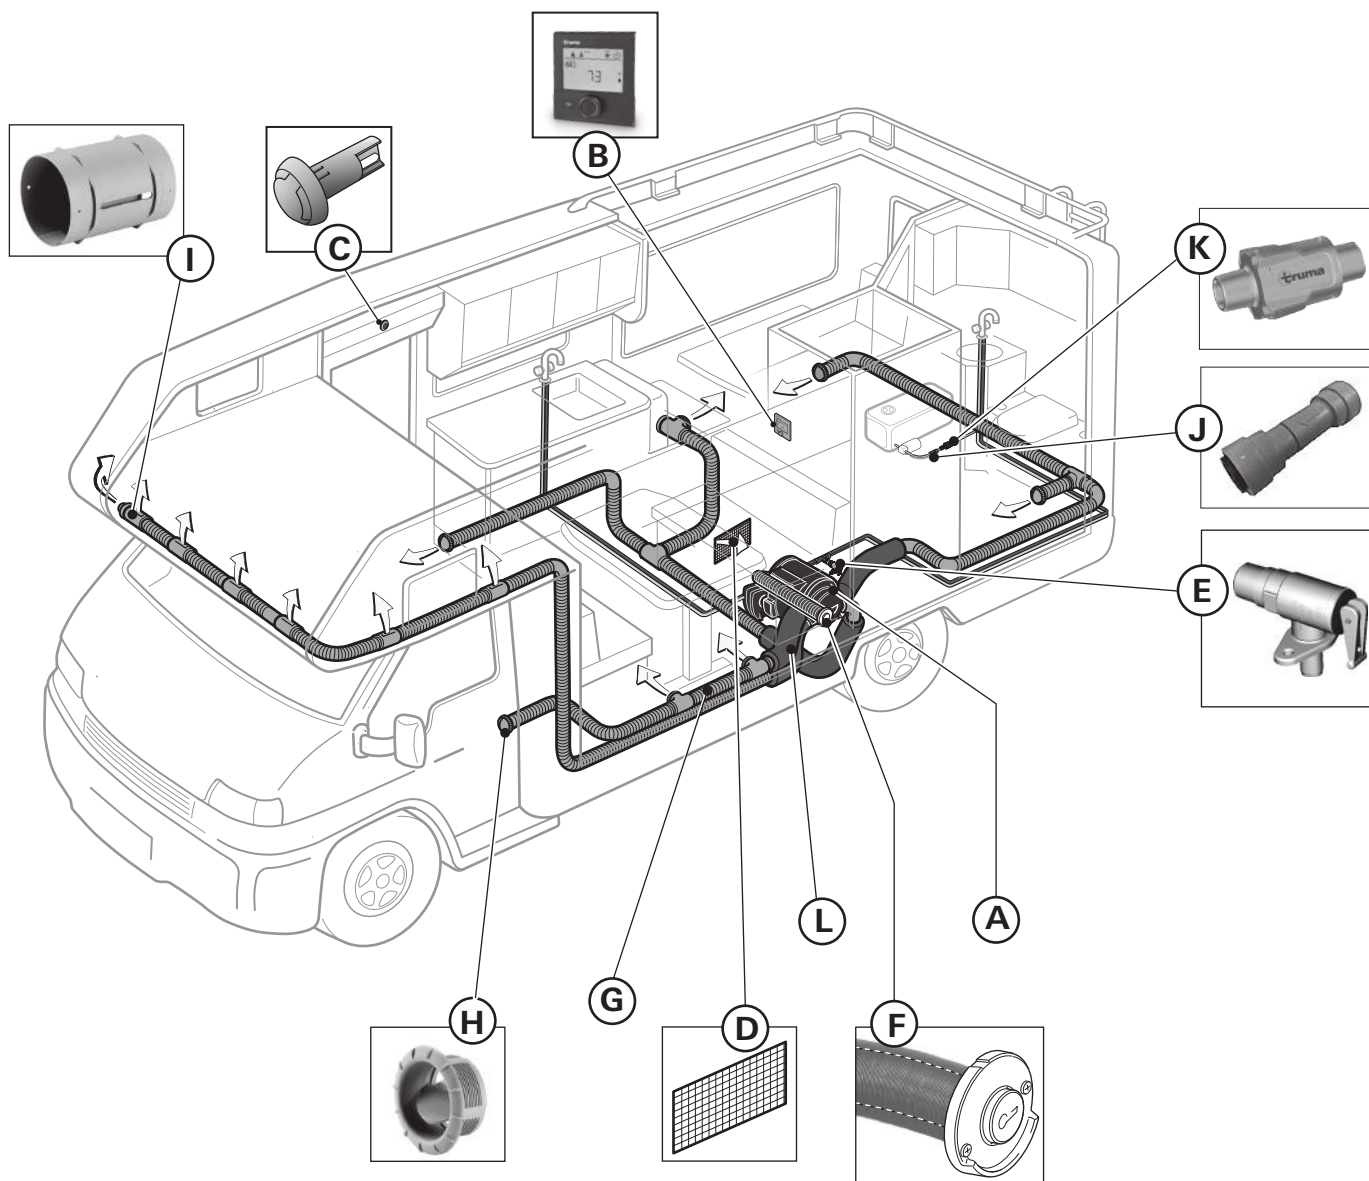
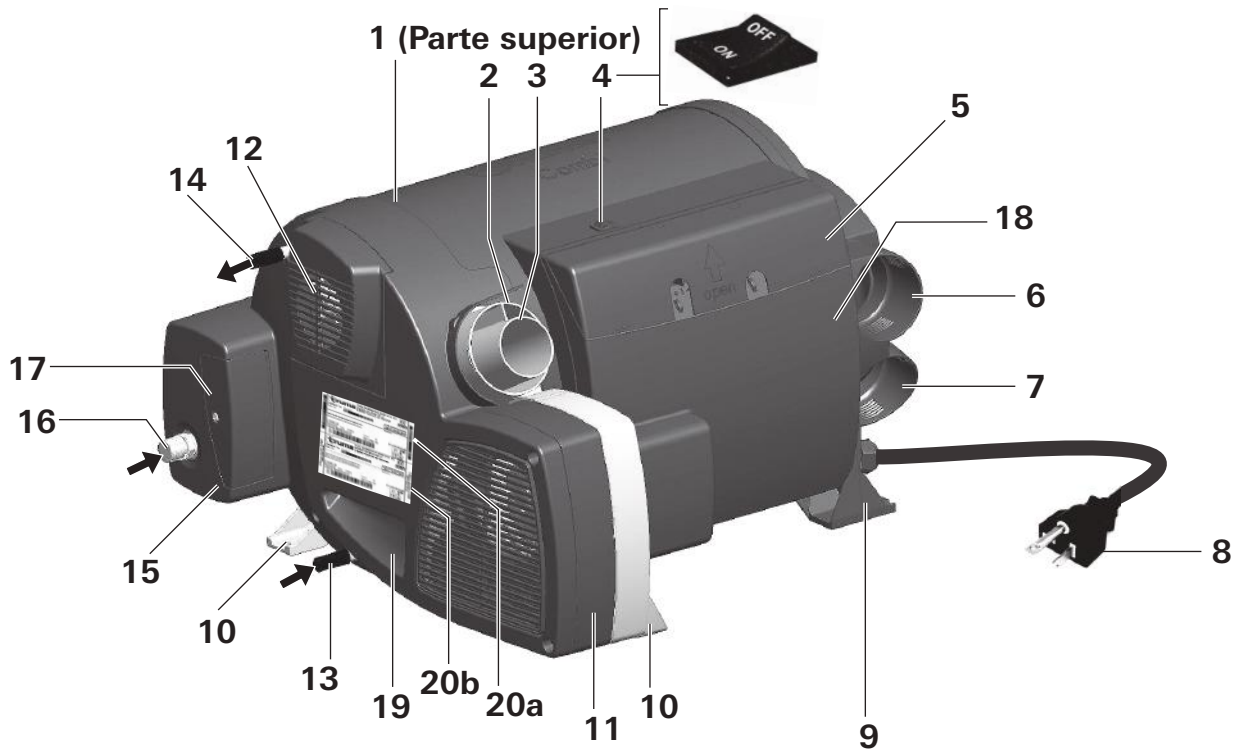

Fig. 1
Fig. 2
- Mantenga el área situada frente a las salidas de aire caliente (Fig. 1 – H) libre de materiales combustibles o sensibles al calor. No ponga ningún material dentro de las salidas de aire caliente.
- Con el fin de evitar un sobrecalentamiento de la calefacción Combi, mantenga libres de obstrucciones las entradas de aire de la calefacción Combi (Fig. 2 – 11), las aberturas de aire hacia el área donde esté instalada la calefacción Combi (Fig. 1 – D) y el espacio alrededor de la calefacción Combi.
- Para asegurar una combustión limpia, mantenga la chimenea de pared libre de obstrucciones. No apoye ningún objeto contra la chimenea de pared (Fig. 1 – F).
- El aire de ventilación puede alcanzar los 121 °C (250 °F) en las salidas de aire caliente. Compruebe siempre la temperatura del aire antes de modificar la posición de la válvula de aire (Fig. 1 – H).
- No accione nunca la válvula de seguridad/purga (Fig. 1 – E) mientras la calefacción Combi esté bajo presión de agua y/o siga estando caliente.
El interruptor (Fig. 2 – 4) apaga la electricidad hacia la válvula de gas de seguridad y el suministro de gas hacia la calefacción. Si desea estar seguro de que el suministro de gas hacia la calefacción está apagado, ponga el interruptor en la posición de apagado.